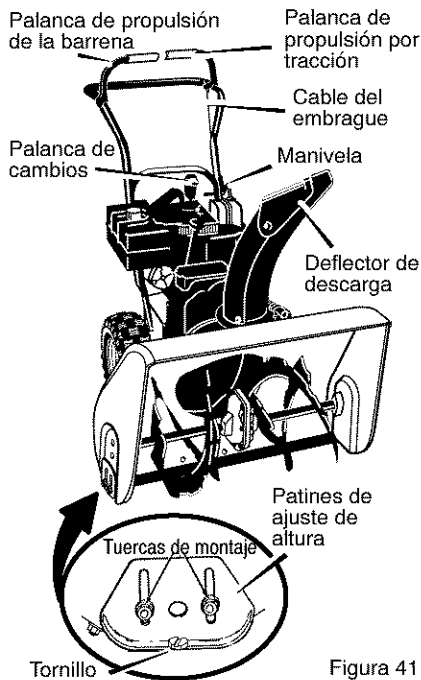

Figura 41
La Figura 41 muestra el quitanieves completamente ensamblado.
4. Para propósitos de envío, los **patines de ajuste de altura**, van sujetos a la plataforma de envío. Saque el **tornillo** que sujeta cada **patín** a la plataforma. Vea la Figura 41.